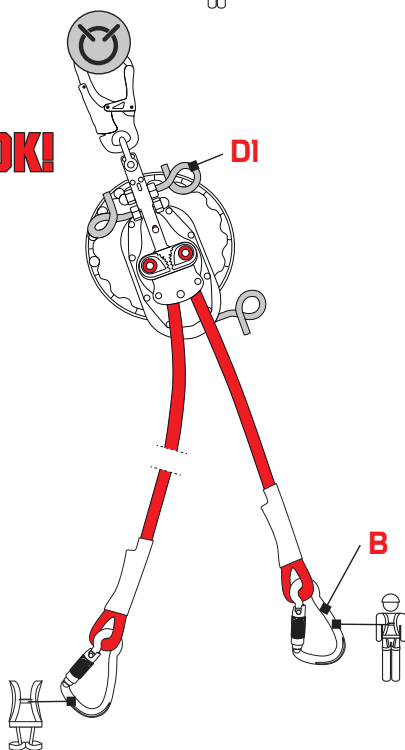

Fig.7
- d) relier l'extrémité courte de la corde, à l'aide du mousqueton (B), au harnais de la personne à descendre et la mettre sous tension en s'assurant qu'il n'y ait aucun lâche (fig. 7),